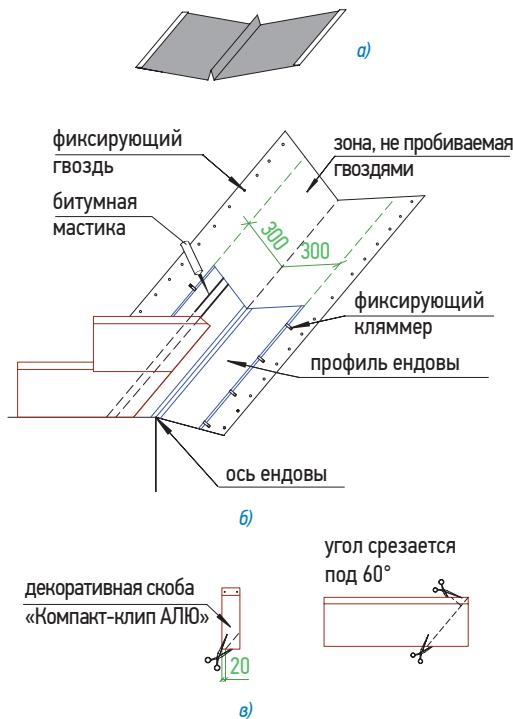

Рис. 3
Ендова (рис. 3)
- лист, подходящий к ендove со ската II, должен доходить до линии подрезки и обрезаться по ней. Верхний уголок обрезанного края листа подрезается под углом 60° (5×3 см — рис. 3);
- ровно по центру ендовой устанавливается профиль ендовой, развертка 67 см (рис. 3а);
Внимание: 1. Необходимо также подрезать верхний уголок обрезанного края листа (см. рис. 3б) для правильного стока воды.
3. В случае, если скоба «Компакт-клип» приходится на место обреза листа, можно либо обрезать накладку, оставив минимум 2 см в нижней части (рис. 3в), либо произвести укладку листов без использования накладки.